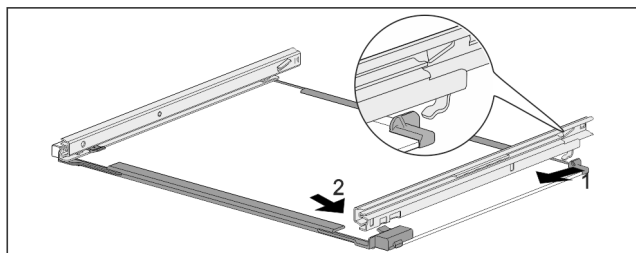

Fig. 203 Üveglap sínekkel
- Akassza be hátul a sínt. Fig. 203 (1)
- Elöl pattintsa be a sínt. Fig. 203 (2)